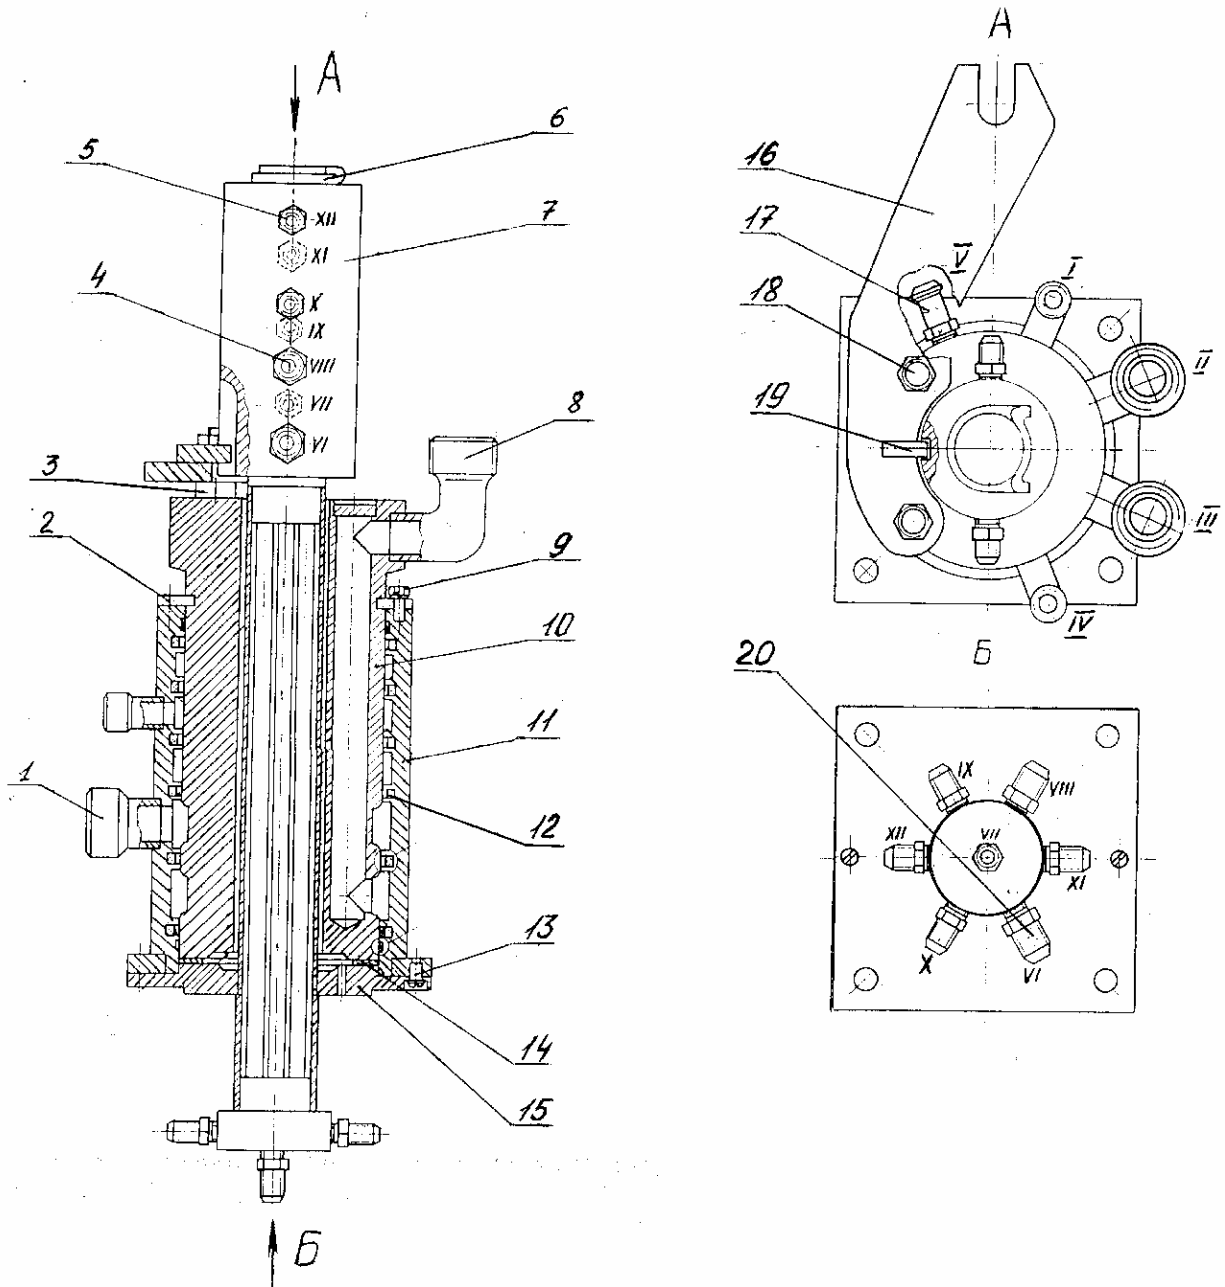

Рис. 36 Центральный коллектор
8. ЦЕНТРАЛЬНЫЙ КОЛЛЕКТОР (рис. 36)